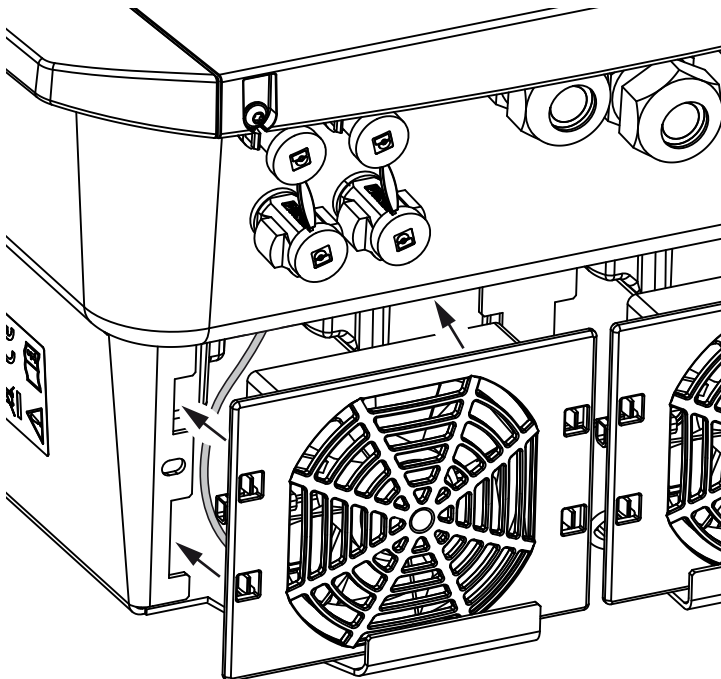

Abb. 66: Lüftereinbau
- dass der Lüfter richtig in den Lüfterrahmen eingebaut wurde (Luftstromrichtung). **Abb. 66**